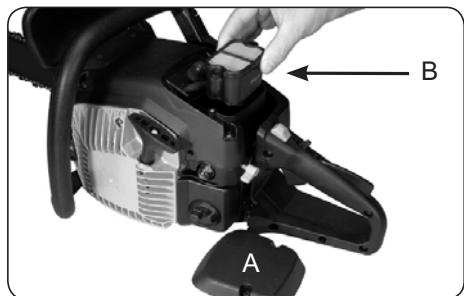

Рис. 14
- Снимите крышку (A), извлеките воздушный фильтр (B) (Рис. 14).